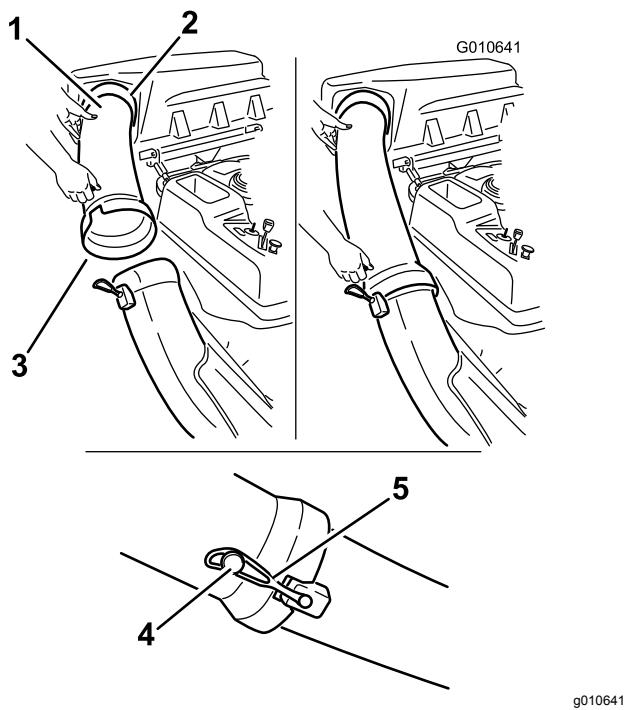

Figura 20
1. Introduzca el extremo curvo del tubo de descarga en el orificio de la tapa del ensacador (Figura 20).
2. Coloque el extremo abocinado del tubo de descarga sobre el extremo del conducto. Enganche la correa de goma del conducto alrededor de la clavija del tubo de descarga para sujetar éste (Figura 20).